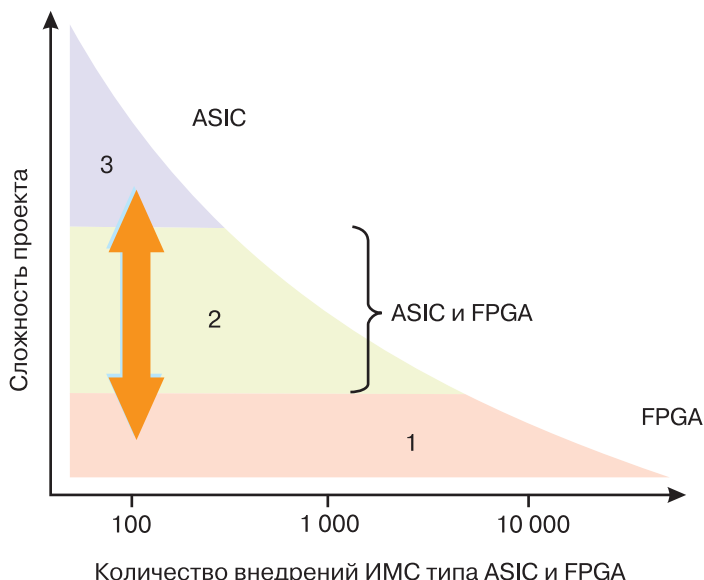

Рис. 1. Зависимость использования заказных БИС и ПЛИС от сложности проекта
Разработка новых технологий изготовления ИМС типа ASIC и FPGA вызвала существенное перераспределение областей их внедрения. В [2] приведены зоны альтернативного и безальтернативного внедрения ИМС ASIC и FPGA. Это распределение представлено на рис. 1, в нем количество внедрений ставится в зависимость от сложности проекта, в основном, эквивалентной числу логических элементов в ИМС. Первая зона (1, рис. 1) отражает приоритетность использования ПЛИС FPGA при небольшой сложности проектов, вторая зона (2) отражает область альтернативного использования ПЛИС FPGA или ИМС ASIC при средней сложности проектов, третья зона (3) – область приоритетного использования ИМС ASIC для реализации проектов высокой сложности. Из ИМС типа ASIC в настоящее время выделяют ИМС ASSP